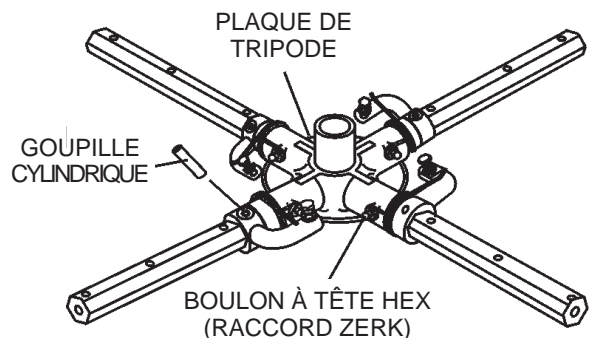

Figure 22. Dépose de la goupille cylindrique et du raccord de graissage zerk
1. Chaque bras de truelle est retenu en position au niveau de la plaque de tripode par un boulon à tête hexagonale (raccord de graissage zerk) et une goupille cylindrique. Retirer le boulon à tête hexagonale et la goupille cylindrique (figure 22) de la plaque de tripode.